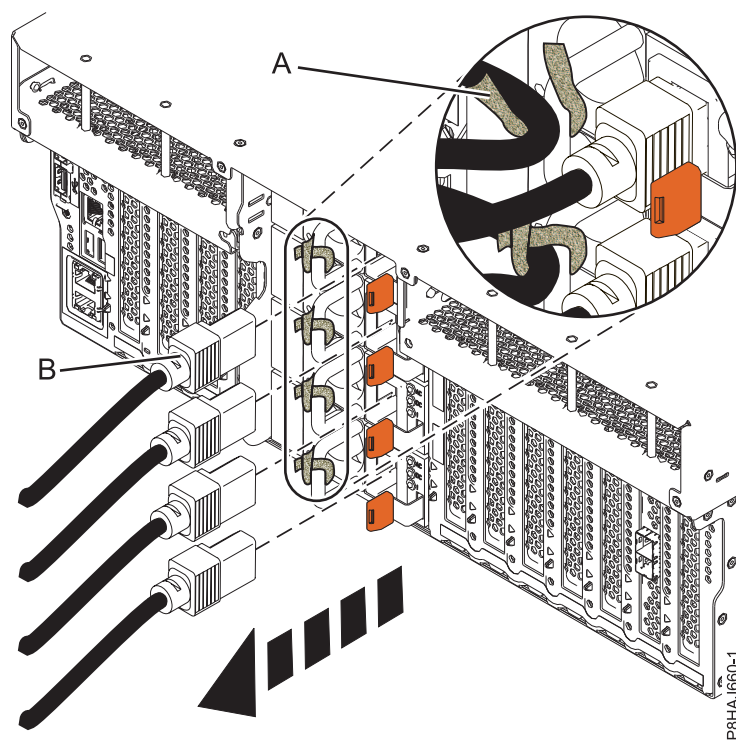
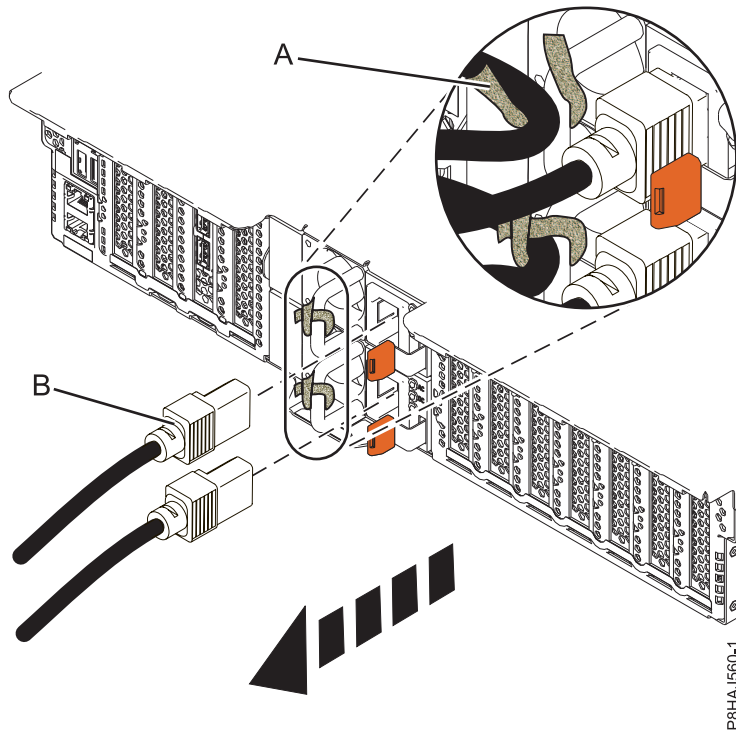
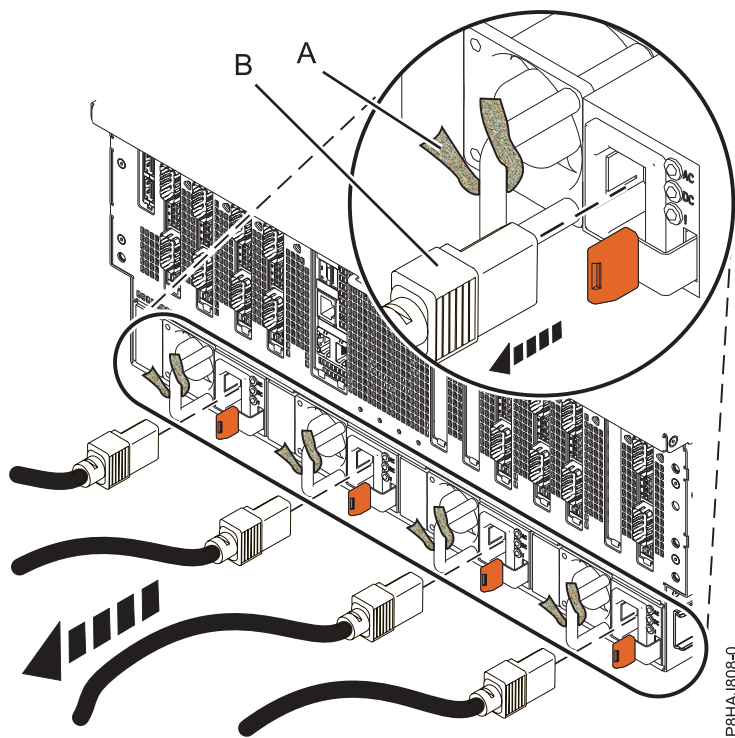

Figura 86. Extracció dels cables d'alimentació d'un sistema 8247-42L, 8286-41A o 8286-42A
Figura 87. Extracció dels cables d'alimentació d'un sistema 5148-21L, 5148-22L, 8247-21L, 8247-22L, 8284-21A, o 8284-22A
Figura 88. Extracció dels cables d'alimentació d'un sistema 8408-44E o 8408-E8E
3. Desconnecteu els cables d'alimentació (**B**) de la unitat del sistema. Consulteu Figura 86 a la pàgina 121, Figura 87 a la pàgina 121 o Figura 88 a la pàgina 122 depenent del tipus de sistema que tingueu.